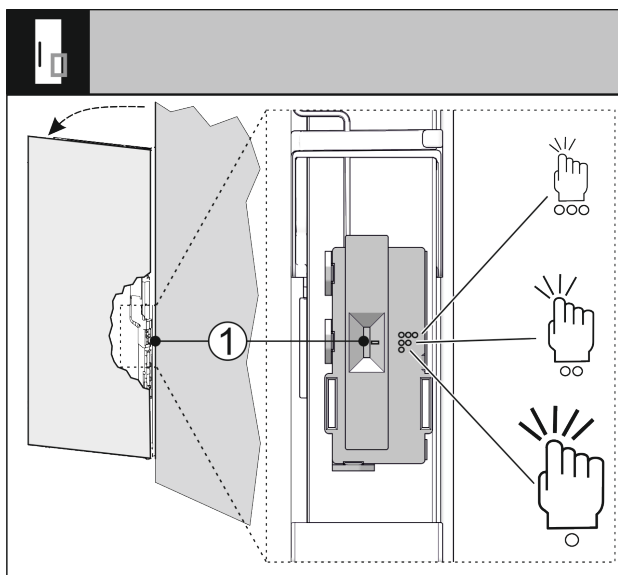

Fig. 32
Sie können die Empfindlichkeit des Klopfensors über einen Schalter Fig. 32 (1) einstellen. Der Schalter ist scharnierseitig am unteren Drittel der Tür.
- ▶ Schalter Fig. 32 (1) auf gewünschte Schalterstellung schieben.